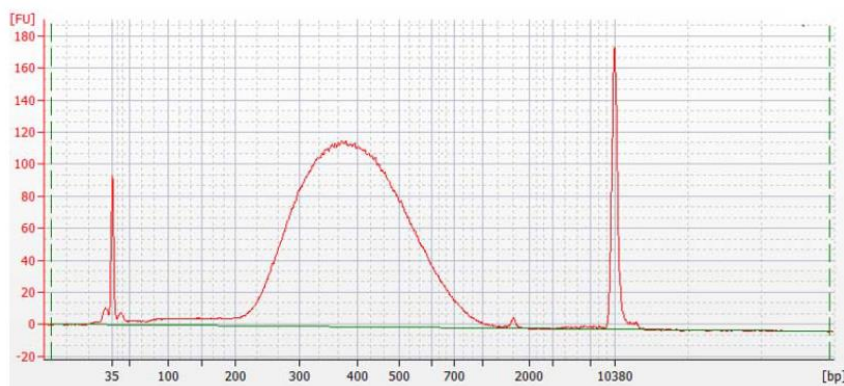
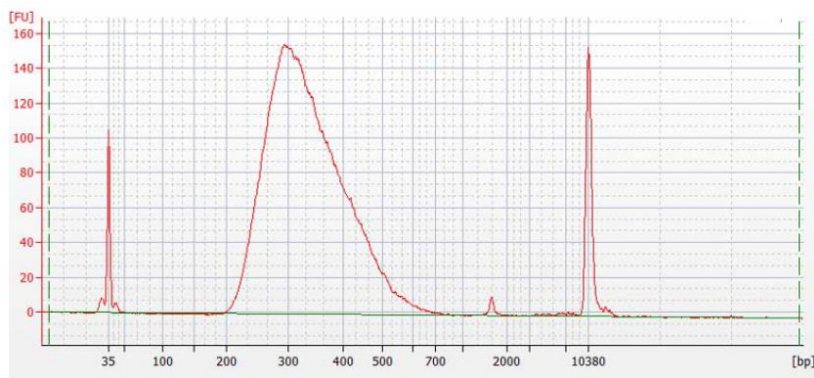
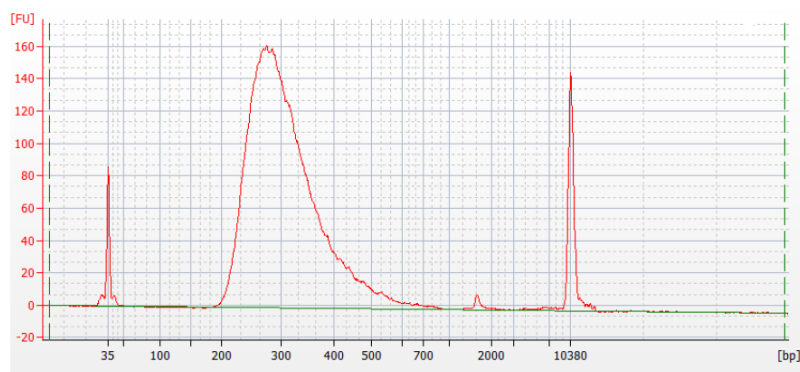

図 19 高品質 gDNA サンプルから調製したキャプチャ後ライブラリの電気泳動図
図 20 典型的な FFPE gDNA サンプルから調製したキャプチャ後ライブラリの電気泳動図
図 21 低品質な gDNA サンプルから調製したキャプチャ後ライブラリの電気泳動図
4. 解析終了後、電気泳動図(electropherogram)により、約 200-400 bp の間に DNA 断片のピークがあることを確認します。電気泳動図の例は図 19(高品質 DNA から調製したライブラリ)、図 20(中程度の品質の FFPE DNA から調製したライブラリ)、図 21(低品質の FFPE DNA から調製したライブラリ)に示されています。